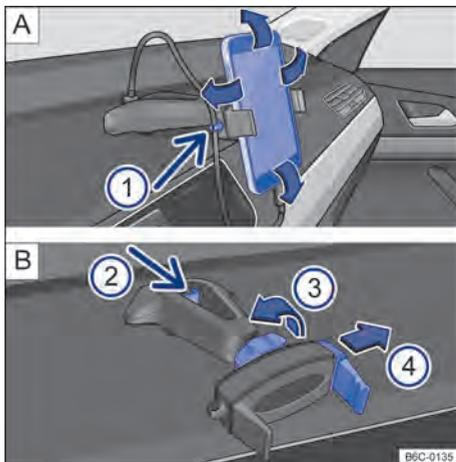

Fig. 170 No console central: suporte para telefone celular e ajustes.
- Segurar o suporte com uma mão e pressionar o botão de destravamento → Fig. 170 [B] ④ (seta).
- Com a haste → Fig. 170 [B] ④ deslocar no sentido da seta, e instalar o telefone celular no alojamento.
- Com a outra mão deslocar a haste → Fig. 170  ④ até que seja possível remover o aparelho do alojamento.
- Colocar o cabo USB na entrada carregador USB do suporte existente no painel de instrumentos → Fig. 170 .
- Prender o cabo no suporte → Fig. 170  ①.
- Para liberar o movimento do suporte, girar a trava → Fig. 170  ③ no sentido contrário da seta.
- Para fixar a posição, girar a trava no sentido da seta ③ → Fig. 170  até a fixação total do suporte.
O suporte para telefone celular tem garantia de 3 anos, com exceção da haste deslizando (garra) → Fig. 170 [B] ④ que tem garantia de **1 ano**.